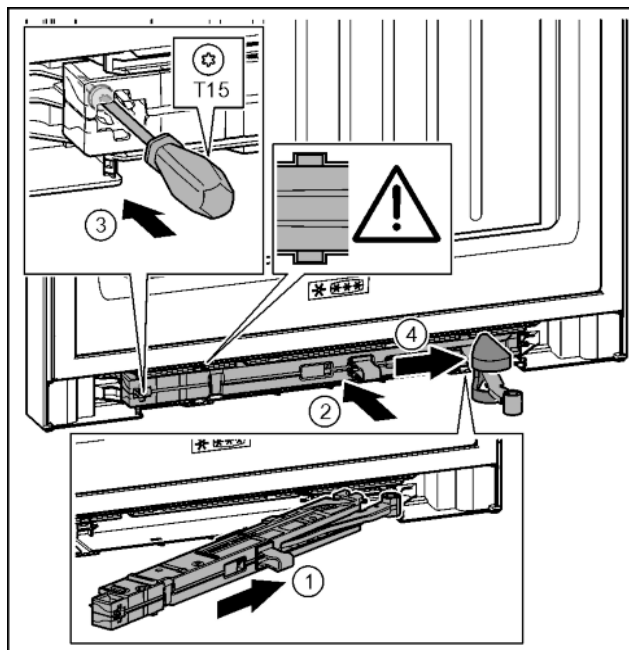

Fig. 38
- ▶ Вставить узел амортизатора со стороны опорного кронштейна в выемку до упора под наклоном. Fig. 38 (1)
- ▶ Полностью вставить узел амортизатора в выемку. Fig. 38 (2)
- ▶ Затянуть винт отверткой T15. Fig. 38 (3)
- ▶ Переместить крышку над шарниром. Fig. 38 (4)